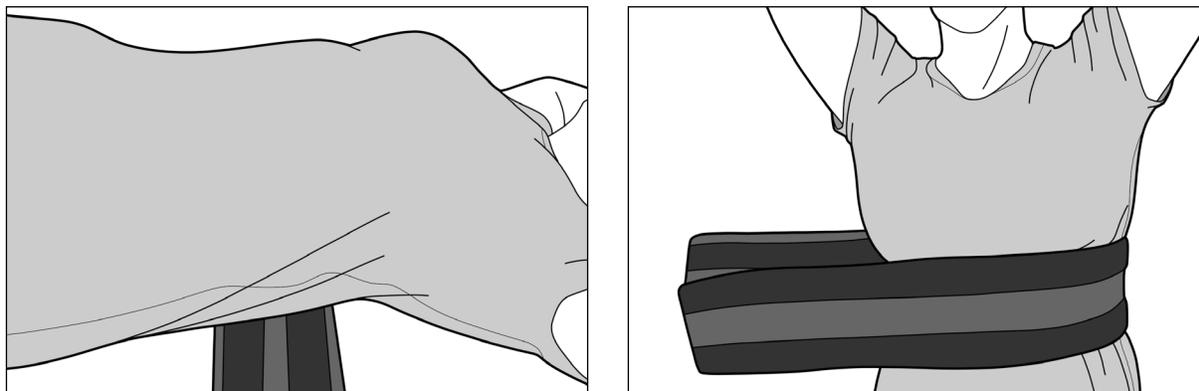

Рис. 3
1. Расположите ремень за спиной пациента цифрами кверху. Расположите ремень так, чтобы большая часть его длины находилась со стороны, противоположной планируемой области облучения (рис. 3).